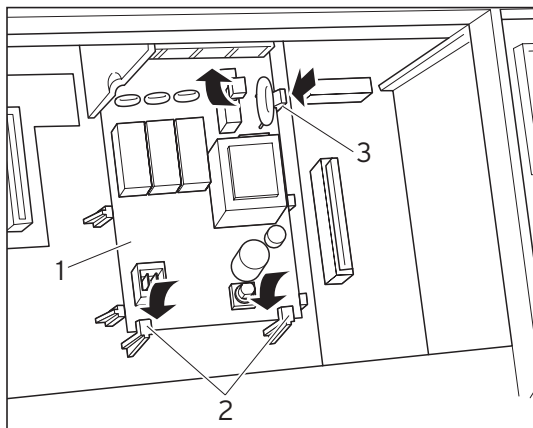

Рис. 3.1 Установка платы
- Осторожно нажимайте на плату, располагая ее между центрирующими поверхностями, до тех пор, пока плата не зафиксировается в держателях (3) (рис. 3.1).